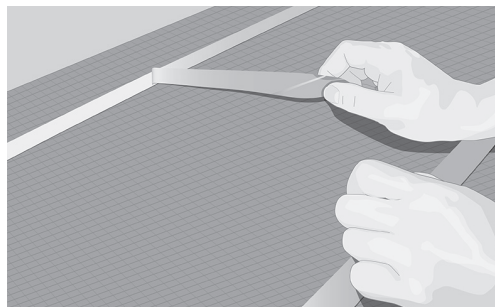

Fig. 6. Udlæg dobbeltklæbende tape, og fjern lineren
10. Fastgør kablet på den dobbeltklæbende tape, fjern lineren fra tapen i takt med, at udlægningen af kablet skrider frem (fig. 6 og 7).